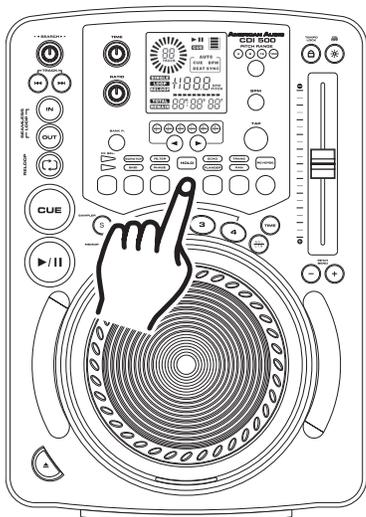

Figura 50
BOTÓN HOLD: Emplee el BOTÓN HOLD (19) para proteger los parámetros que eligió. Si este botón no ha sido activado, todos los cambios que practique a sus parámetros serán sólo momentáneos. Para activar la función, presione el BOTÓN HOLD (19), como se indica en la figura 50. Una vez activada la función, el BOTÓN HOLD se ilumina en color rojo.